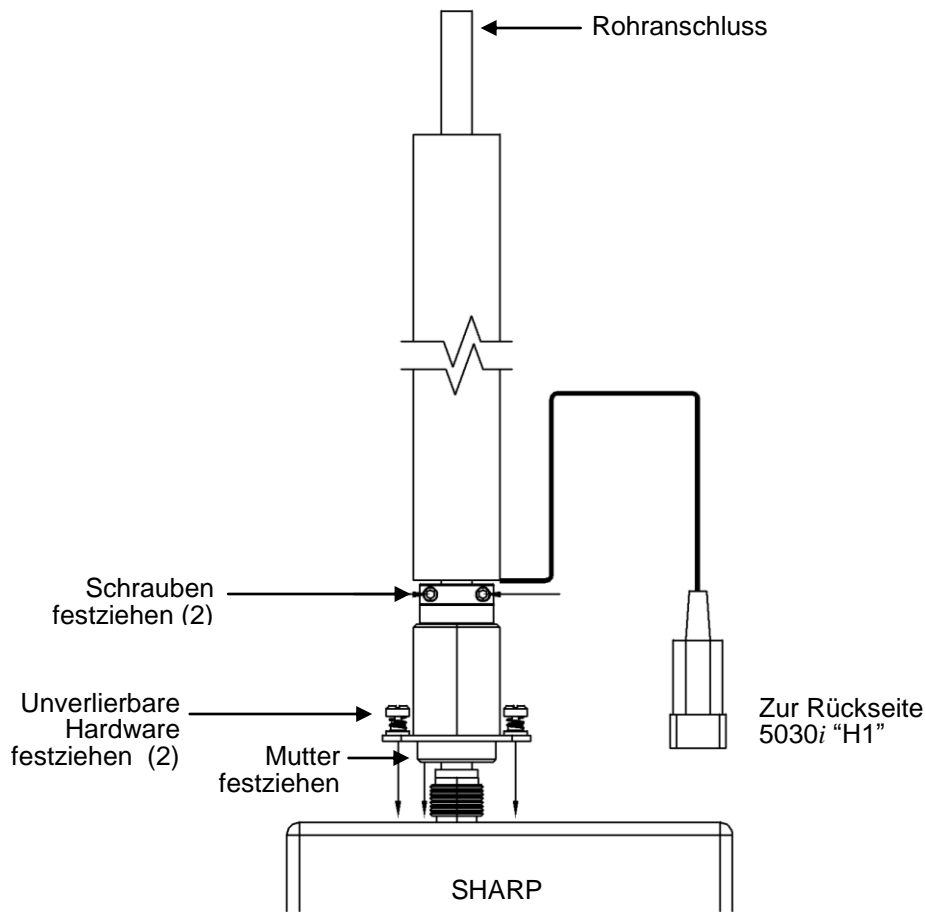

Abb. 2-6. Baugruppe Heizung
3. Verbinden Sie die Heizrohr-Baugruppe (isoliert) mit dem 5/8“ Rohr (Außendurchmesser) oben auf dem 5030i (Abb. 2-6).